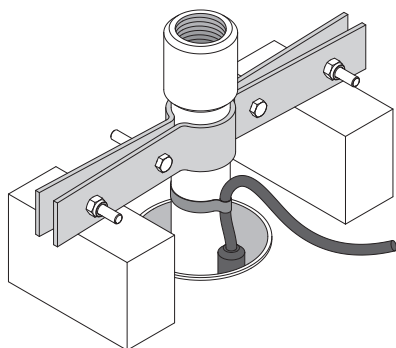

Fig. 7.5 - Per dettagli guardare a pagina 401
- Si consiglia di collegare alla bocca di mandata della pompa per primo un tratto di tubo corto assicurando ad esso il cavo elettrico di alimentazione. All'altra estremità, sotto il manicotto o la flangia di accoppiamento, fissare una staffa di appoggio (Fig. 7.5).